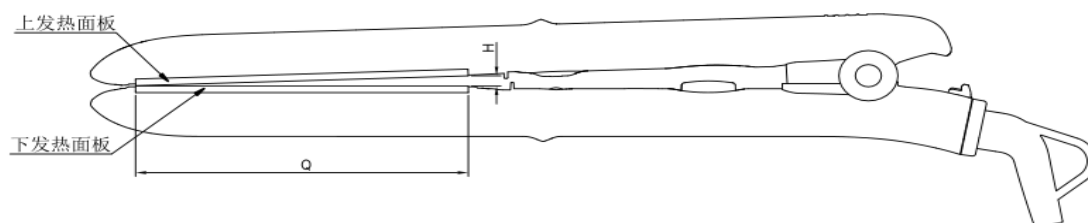

图1 合拢后端开口示意图
a) 在最高档恒温下，直发器上/下夹发热面板自然合拢，应平直贴合、前端贴合。当加热面板(Q) $\leq 100\text{mm}$ 直发器，后端开口(H)应 $\leq 2\text{mm}$ ；当加热面板(Q) $> 100\text{mm}$ 直发器，后端开口(H)应 $\leq 5\text{mm}$ ，如图1所示。